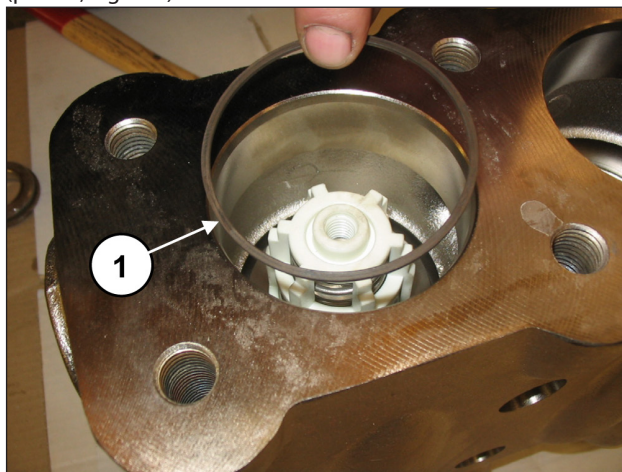

Fig. 126
Introducir la anilla anti extrusión, pos. dibujo desglosado 16 (pos. ①, Fig. 126).